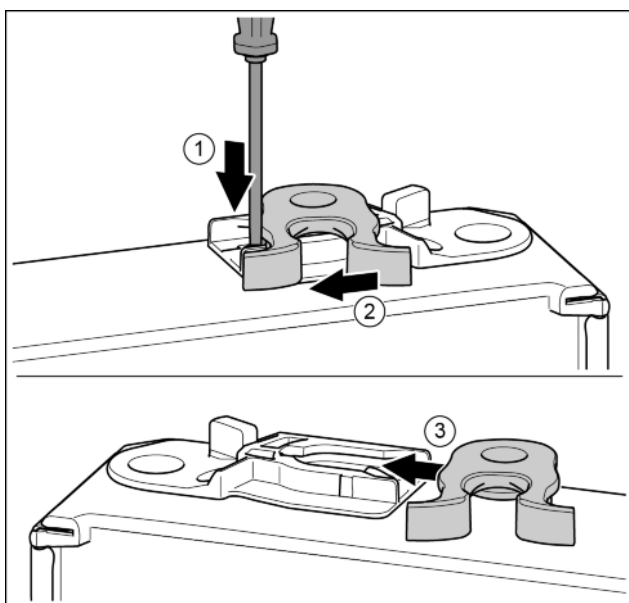

Fig. 18\*
- ▶ За допомогою шліцевої викрутки притисніть униз накладку.\* Fig. 18 (1)
- ▶ Витягніть із напрямної запірний гачок.\* Fig. 18 (2)
- ▶ Вставте запірний гачок у напрямку з іншого боку.\* Fig. 18 (3)